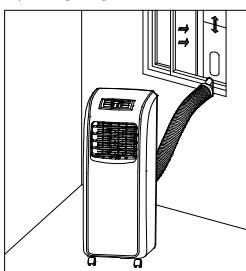

Abb. 10
(2). Rasten Sie das flache Ende des kurzen Steckverbinders des Wärmeabgasschlauchs in das elliptische Loch der Fensterdichtungsplatten-Baugruppe ein (siehe Abbildung 10 und 11).